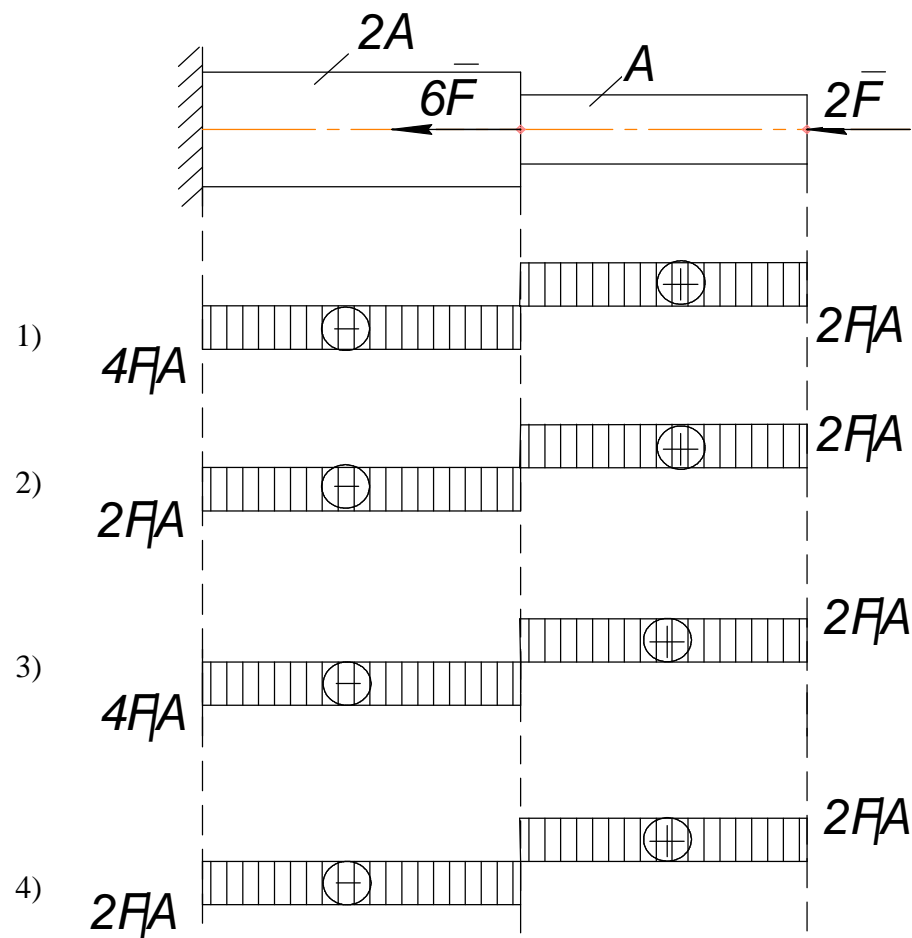

Рис. 2.42
2.73. Эпюра нормальных напряжений для бруса рис. 2.42 изображена на схеме... [простой выбор]...